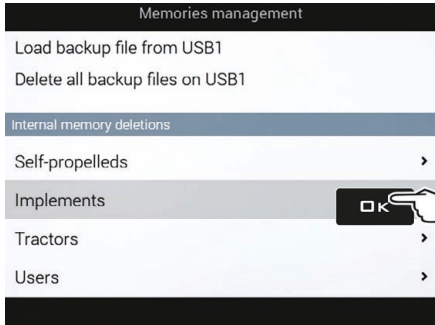

Fig. 304
- Select **Implements** (Fig. 304) and press **OK**.